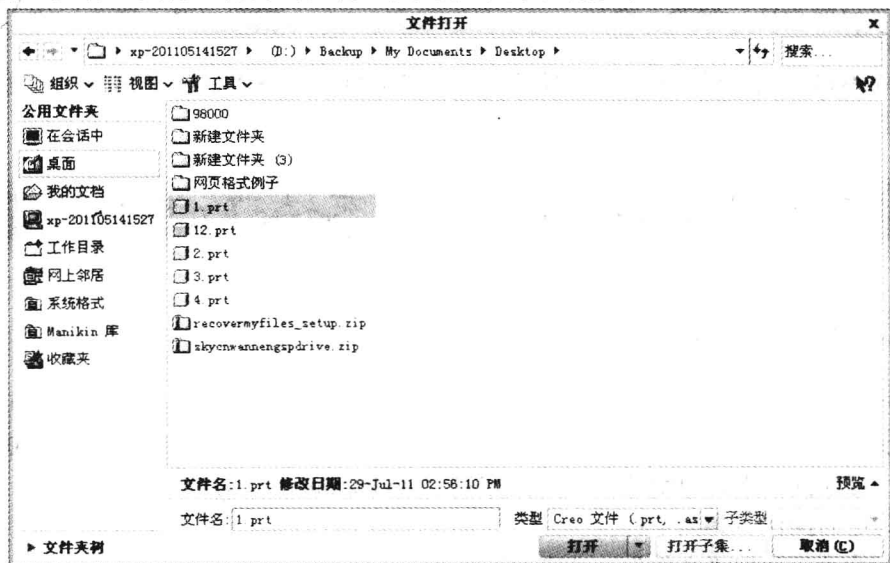

图 1-7 “文件打开”对话框
❶ 执行命令。单击“快速访问”工具栏中的“打开”按钮, 执行打开文件命令。
❷ 选择文件。此时系统打开“文件打开”对话框, 如图 1-7 所示。在此对话框中, 可以选择并打开 Creo Parametric 的各种文件。单击“文件打开”对话框中的“预览”命令, 则在此对话框的右侧打开文件预览框, 可以预览所选择的 Creo Parametric 文件。
❶ 执行命令。单击“文件打开”对话框上部的“在会话中”按钮, 执行打开内存文件